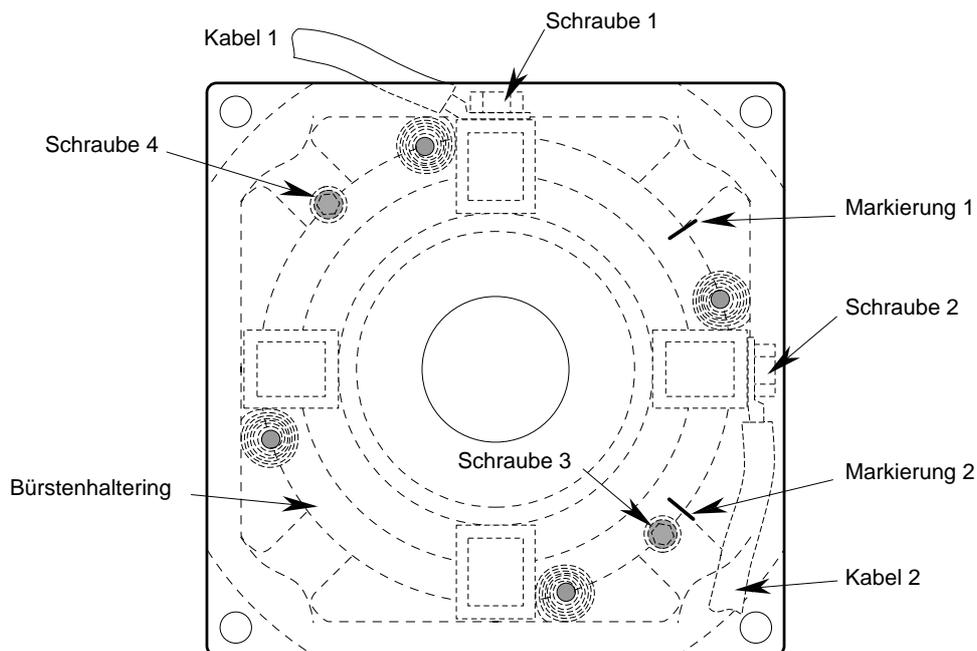

Abb. 10
- Den Bürstenhaltering (149) entsprechend der Markierungen (siehe Abb. 10) anbringen. Bei einem Austausch des Ankers ist zu prüfen, daß sich der Ring auf der neutralen Linie befindet (siehe Kapitel 6 der allgemeinen Inbetriebnahme, Réf. 1752).
2. Wenn der Motor kollektorseitig über eine Fremdbelüftung (FB) gekühlt wird, müssen die FB und die Wartungsklappen B, D oder A demontiert werden.
3. Der Bürstenhalterring wird über zwei Markierungen (Ausfräsungen auf dem Ring) zum Lagerschild hin positioniert (siehe Abb. 10). Diese beiden Markierungen sind gegenüber einer der Klappen B, D oder A angebracht.